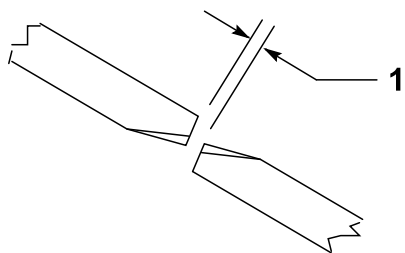

Figura 27
Para asegurar la operación correcta de la carcasa de corte, debe haber una separación de 10–16 mm entre los extremos de las cuchillas de las carcasas de corte laterales y central (Figura 27).
2. Gire una cuchilla central y una cuchilla lateral de manera que las puntas estén alineadas. Mida la distancia entre los extremos de las cuchillas (Figura 27).